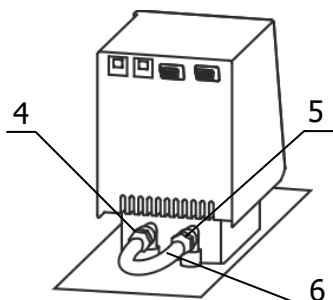

Рисунок 3 — Установка перемычки
2.2.6 Соединить входной 4 и выходной 5 штуцеры насоса блока регулирования при помощи шланга-перемычки 6 (рисунок 3) и хомутов из комплекта поставки блока регулирования.